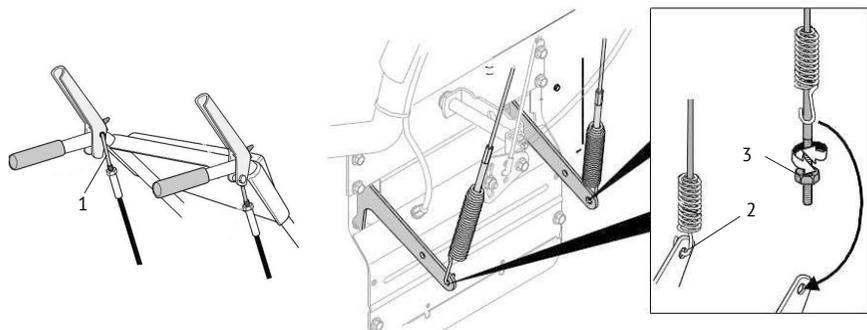

рис. 6
- установите в отверстие на рычаге управления (рис.1 поз.2а, б) верхний Z-образный конец троса привода (рис.6 поз.1);
- нижний конец троса со спиральной пружиной (рис.6 поз.2) закрепите на натяжном кронштейне. Гайкой (рис.6 поз.3) отрегулируйте допуск троса.